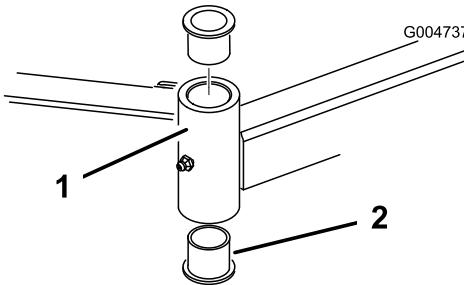

Figura 83
- Inserte un botador fino en la parte superior o inferior del tubo de montaje y dé golpes hasta que salga el casquillo del tubo (Figura 83).